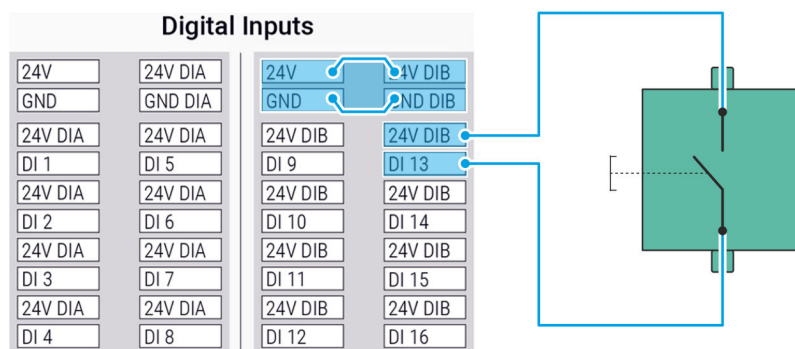

Abb. 77 Taste verbinden (exemplarisch)
01. Beim Verbinden einer Taste über den Digitaleingang die exemplarische Konfiguration in Abb. 77 beachten.